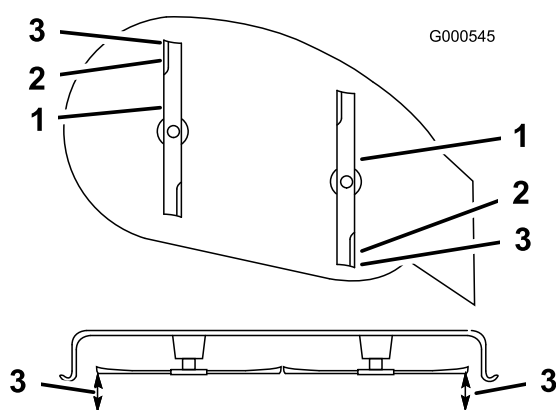

Figure 46
9. Réglez la hauteur de coupe à la position **D** [76 mm (3 pouces)] et tournez les lames avec précaution dans le sens longitudinal (Figure 46).
10. Mesurez la distance entre la pointe de la lame avant et la pointe de la lame arrière par rapport à la surface plane (Figure 46). Si la pointe avant de la lame n'est pas de 1,6 à 7,9 mm plus bas que la pointe arrière, réglez les contre-écrous avant.